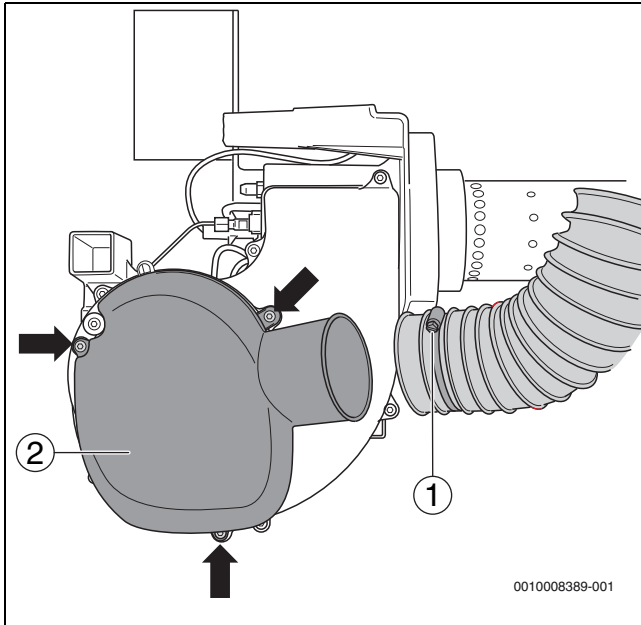
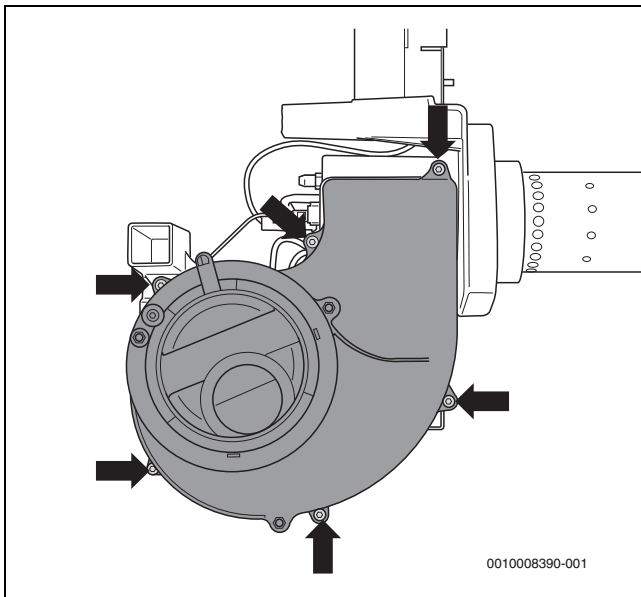

Bild 31 Ansaugschalldämpfer demontieren (dargestellt: 18-49 kW)
Bild 32 Gebläseradabdeckung demontieren
- ▶ Spezialschlauchschele (→Bild 31, [1]) der Verbrennungsluftzufuhr für raumluftunabhängigen Betrieb lösen (nur bei 18-49 kW).
- ▶ Befestigungsschrauben (→Bild 31, [Pfeile]) lösen und den Ansaugschalldämpfer (→Bild 31, [2]) abnehmen.
- ▶ Sechs Befestigungsschrauben (→Bild 32, [Pfeile]) lösen und die Gebläseradabdeckung abnehmen.
- ▶ Gebläseradabdeckung (→ Bild 32, Seite 22) und Ansaugschalldämpfer (→ Bild 31, Seite 22) wieder montieren.
- ▶ Spezialschlauchselle (→Bild 31, [1], Seite 22) lösen und Ansaug-schlauch abziehen (nur bei 18-49 kW).